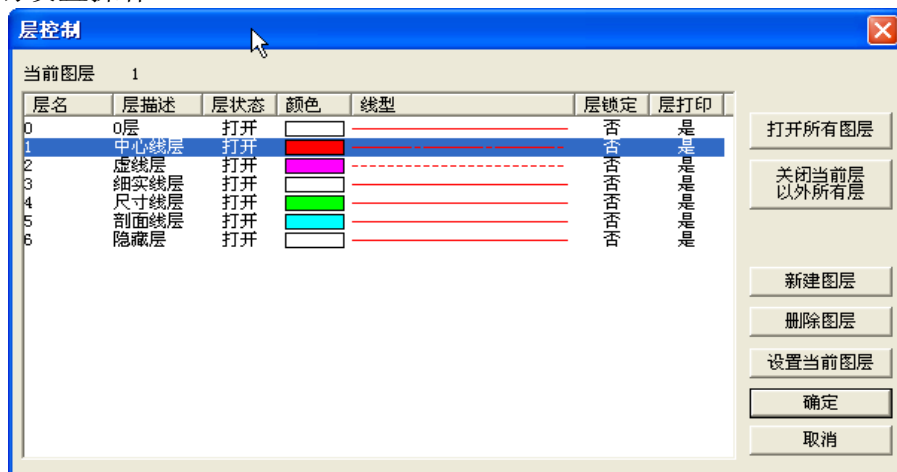

图 9-3 层控制对话框
在【格式】子菜单中，单击【层控制】选项，可弹出【层控制】对话框，如图 9-3 所示。对话框的上部显示出当前图层是哪一个层，在对话框中的图层列表框中用鼠标左键单击所需的图层后，再单击右侧的【格式当前图层】按钮，设置完成后单击【确定】按钮可结束操作。
(1) 单击【格式】子菜单中的【层控制】选项或单击【属性】工具栏中的【层控制】按钮，弹出如图 9-3 所示的层控制对话框。
(1) 单击【格式】子菜单中的【层控制】选项或属性工具栏中的【层控制】按钮，弹出【层控制】对话框，如图 9-3 所示。
单击【格式】子菜单中的【层控制】选项或属性工具栏中的【层控制】按钮，弹出【层控制】对话框，如图 9-3 所示。